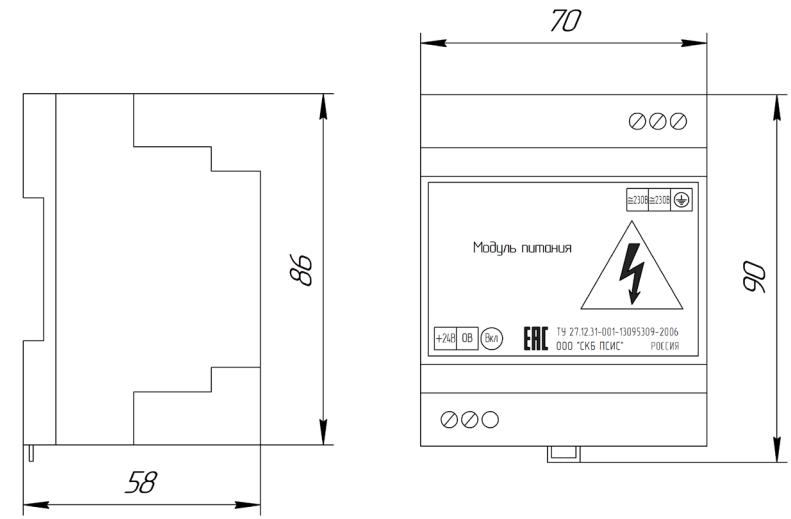

Рисунок 2
3.1 Модули комплектуются пластмассовым корпусом Raitec B-70, обеспечивающим защиту (IP20) обслуживающего персонала и крепление на DIN-рейках шириной 35 мм (рисунок 2).